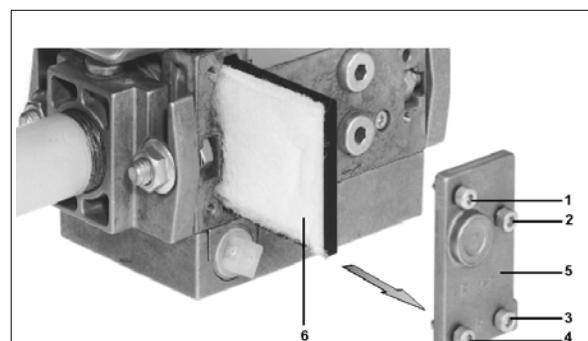

Рис. 58
- Чистка и контроль патрона газового фильтра, при необходимости его замена (см. Рис. 58 и Рис. 59)
- 2 Отвинтите винты 1 + 4 шестигранным ключом № 3 и снимите крышку фильтра 5 на Рис. 58.